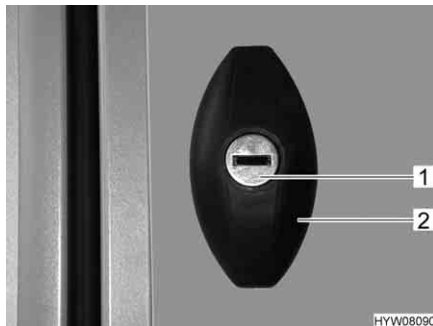

Fig. 46 Serratura dello sportello, ellittico, chiuso
- Inserire la chiave nel cilindro della serratura (Fig. 46,1) e ruotare in senso antiorario di un mezzo giro. La maniglia della serratura (Fig. 46,2) scatta all'infuori.